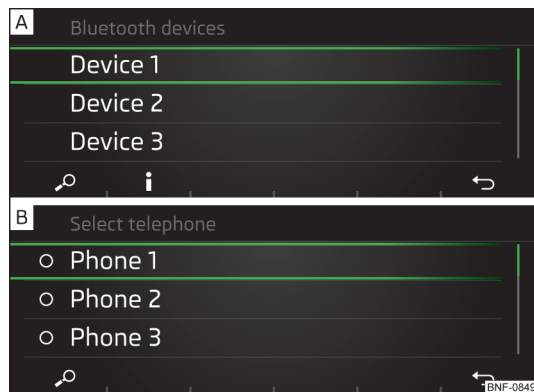

Fig. 107
- Vælg den ønskede telefon » Fig. 107 – A på listen over fundne eksterne Bluetooth®-apparater.
- Tryk på funktionsknappen **i** for at få **vis** informationer om etablering af forbindelse med et eksternt Bluetooth®-apparat » Fig. 107 – B.
- Vælg den ønskede telefon » Fig. 107 -  eller det eksterne Bluetooth®-apparat » Fig. 115 på side 91 -  på den viste liste.